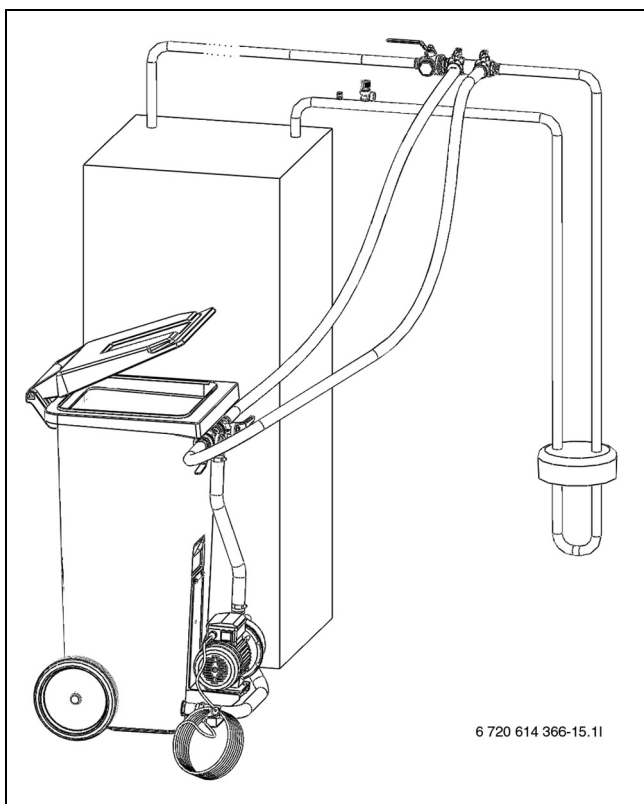

Bild 24 Befüllen mit Befüllstation
- Zwischen Befüllstation und Befüllereinrichtung zwei Schläuche anschließen (→ Bild 24).